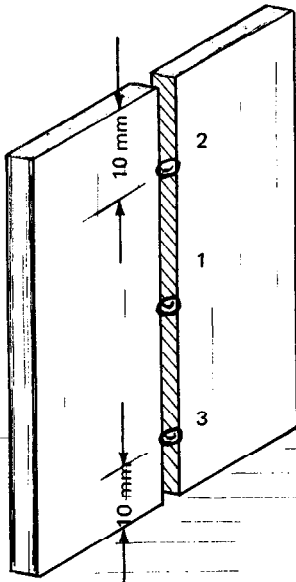

Figura 2.91
- ▲ Tercer paso *Puntee las piezas (Figura 2.91).*